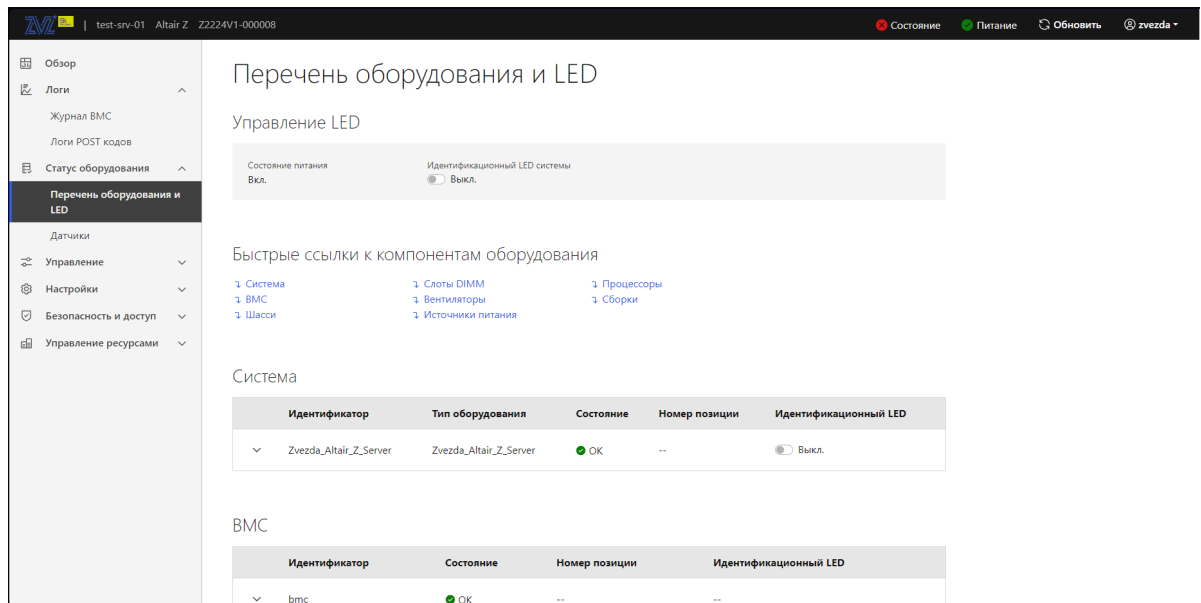

Рис. 78. Окно «Перечень оборудования и LED»
4) Пройдите во вкладку «Статус оборудования» → «Перечень оборудования и LED» в данной вкладке отображается перечень и статус оборудования. В поле «Управление LED» отображается состояние питания, переведите переключатель «Идентификационный LED системы» в активное положение для включения светодиода индикации сервера. В поле «Быстрые ссылки к компонентам оборудования» приведен список быстрых ссылок к компонентам сервера и их состоянию. В поле «Система» отображается тип оборудования и его состояние. В поле «BMC» отображается состояние BMC. Окно показано на рис. 78 **Окно «Перечень оборудования и LED»**